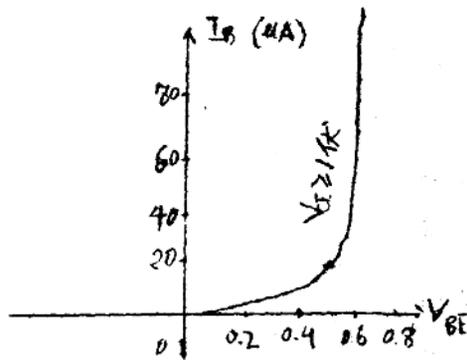

图 1-8 晶体管的输入特性曲线
1、输入特性曲线是指当集电极电压 V_{CE} 为常数时，输入电路中（基极电路）的基极电流 I_B 与基-射极电压 V_{BE} 之间的关系曲线。即 $I_B = f(V_{BE})$ ，其曲线形状如图 1-8 所示。
对硅管而言 $V_{CE} \geq 1$ 伏时，此电压已足够大了。如果此时再增大 V_{CE} ，只要 V_{BE} 保持不变 I_B 也基本上保持不变，这就是说 $V_{CE} > 1$ 伏以后的输入特性曲线基本上与图 1-8 所示的输入特性曲线重合。所以通常
只画出 $V_{CE} \geq 1$ 伏的一条输入特性曲线，如图 1-8。由图可知晶体管的输入特性曲线和二极管的伏安特性是一样的。晶体管的输入特性也有一段死区。只要基一